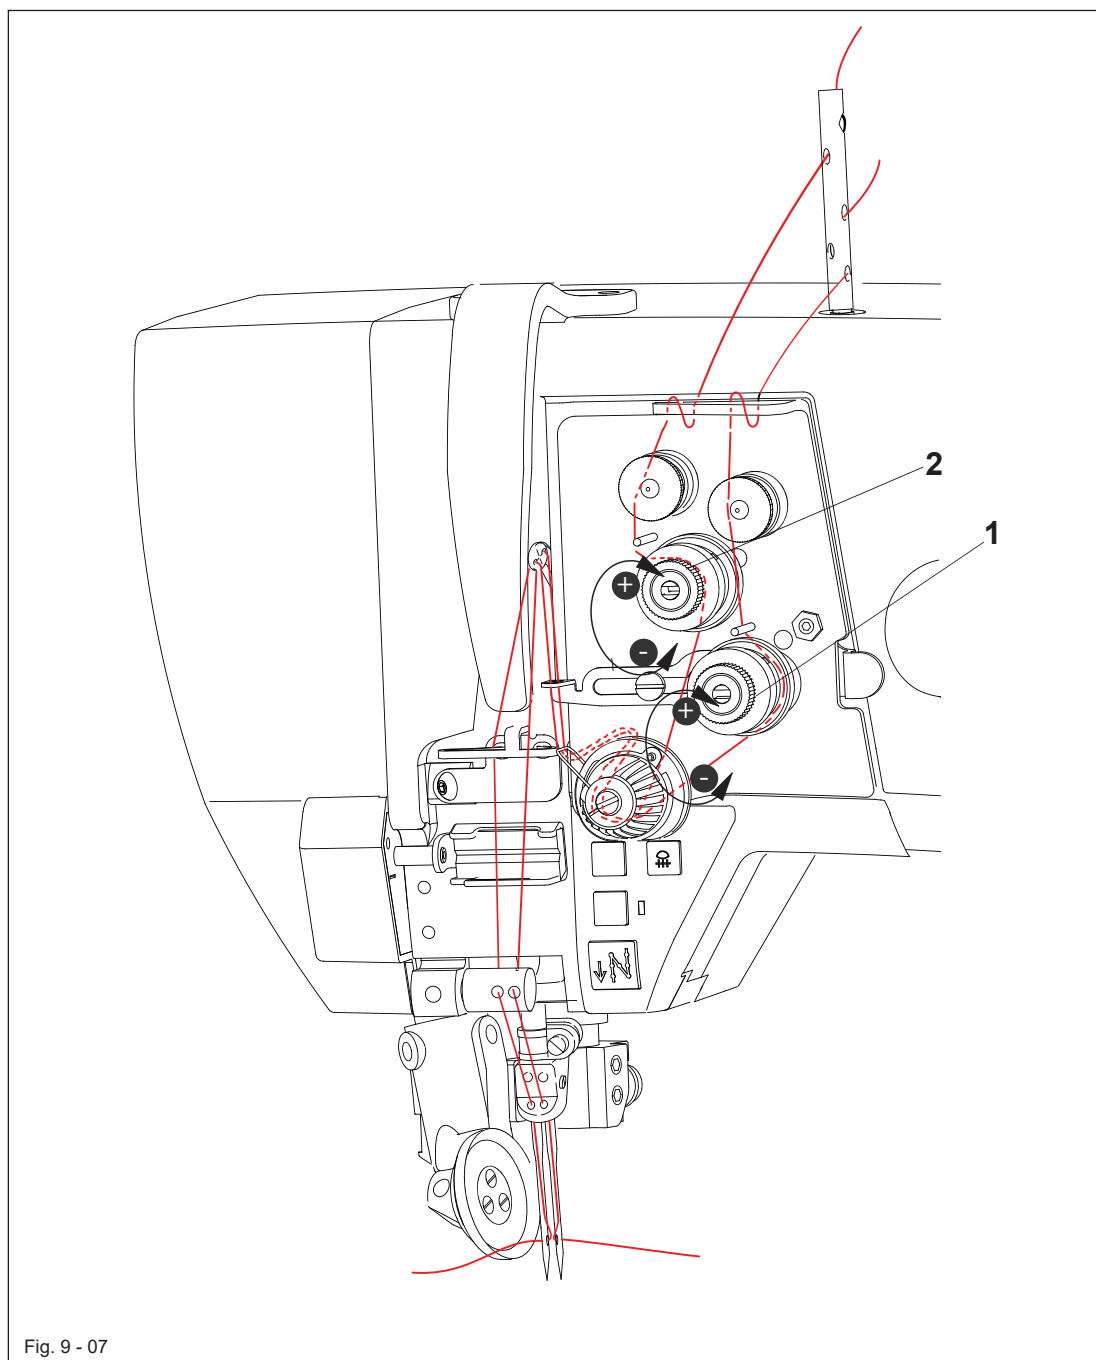

Fig. 9 - 07
- Oberfaden gemäß Fig. 9 - 07 einfädeln. Dabei ist darauf zu achten, daß die rechte Nadel von links und die linke Nadel von rechts eingefädelt wird.